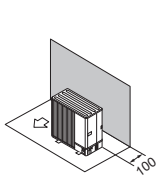

Fig. 2-6
- (1) Forhindring eller lukket område kun bagpå (Fig. 2-6)